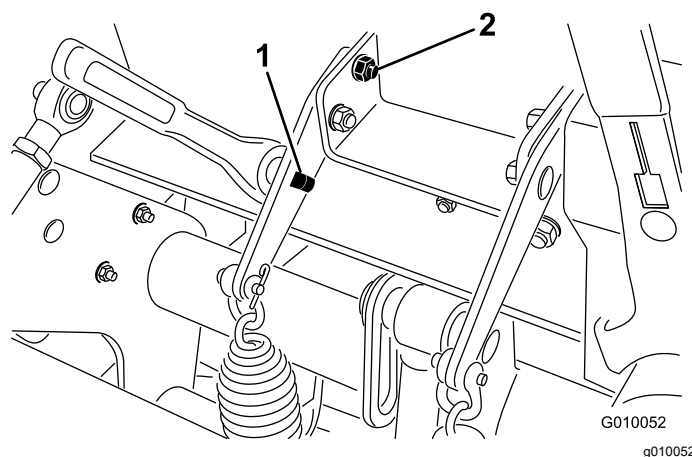

Figura 28
3. Inserite un cricchetto di 1/2" o una barra idonea nel foro quadrato della foglia della molla a balestra (Figura 28).